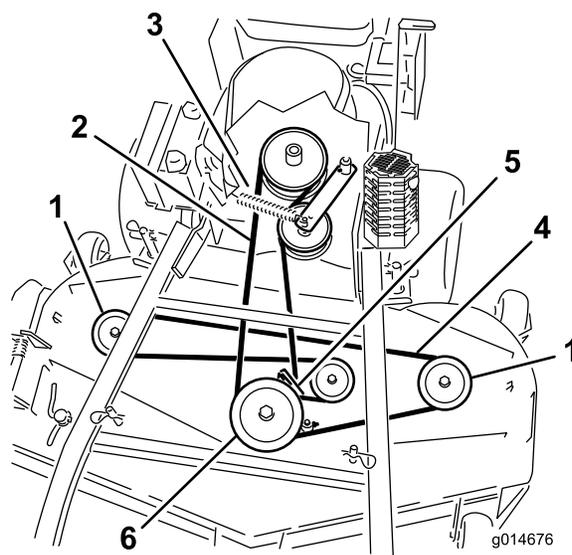

Figure 49
6. Décrochez le ressort du bras de la poulie de tension pour réduire la tension sur le bras et la poulie de tension, puis enlevez la courroie usagée (Figure 49).
7. Placez une courroie neuve autour des 2 poulies d'axe extérieures, de la poulie de tension et dans la gorge inférieure de la poulie d'axe double (Figure 49).
8. Raccrochez le ressort du bras de tension (Figure 49).
10. Réglez l'écartement entre le guide et la courroie à 3 mm (1/8 po) (Figure 49).